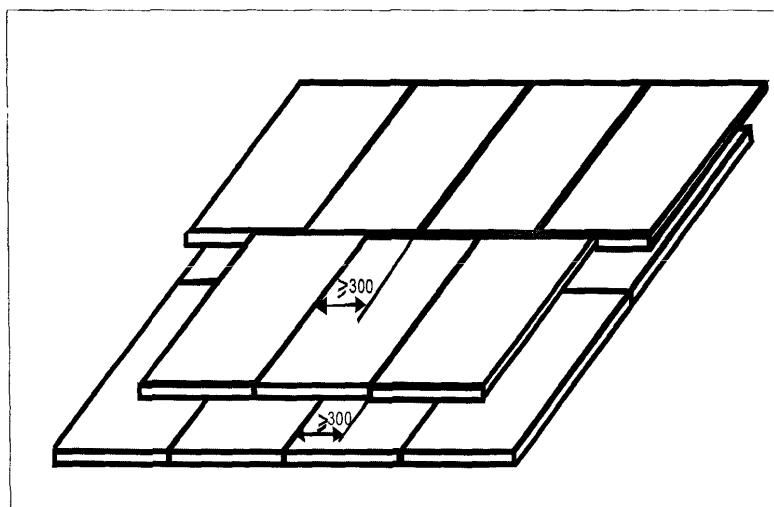

Рис. 1 Схема укладки тепло-звукозолирующих пенополистирольных плит
5.45 Керамзитовый песок рассыпают слоями с разравниванием рейкой по выставленным с помощью уровня профилям, начиная от стены, противоположной входу, и последующим уплотнением, а пенополистирольные плиты устанавливают насухо с обеспечением надёжного примыкания к основанию и плотности стыков между плитами. Не допускается образование перекрёстных швов пенополистирольных плит. При использовании двух и более слоёв совпадение швов по вертикали не допускается. В связи с этим рекомендуется укладка слоёв со смещением плит не менее чем на 300 мм в поперечном направлении (рис. 1).